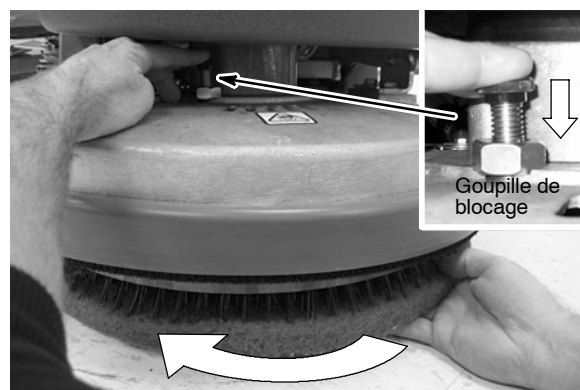

FIG. 10
6. Pour retirer le système d'entraînement de patin/la brosse, enfoncez la goupille de blocage du moyeu de moteur et tournez dans le sens des aiguilles d'une montre le système d'entraînement de patin/la brosse (Figure 10).